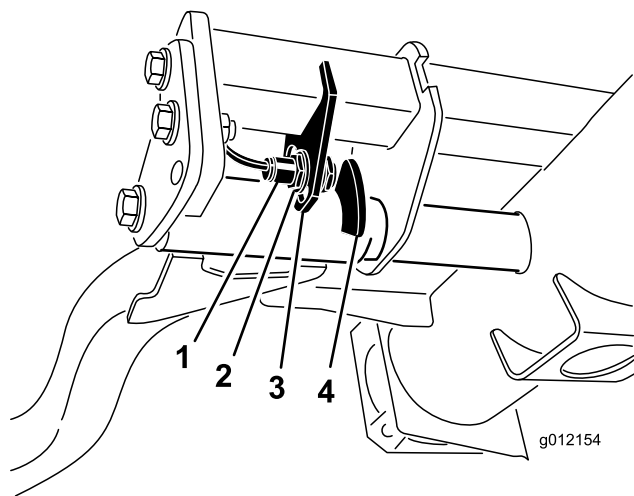

Figura 38
2. L'interruttore del braccio di sollevamento è situato sotto il serbatoio idraulico, dietro il braccio di sollevamento anteriore destro (Figura 38).
d'inversione del braccio di sollevamento o alzate l'interruttore per ridurla (Figura 38).